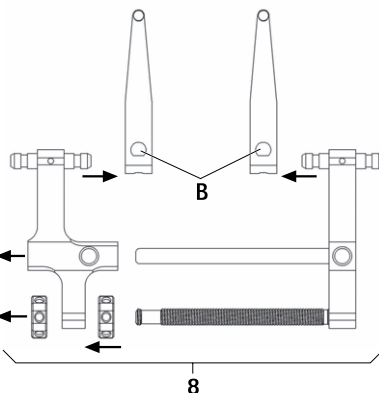

Fig. 4
- Démontez le distracteur 8 avec les lames de distraction, voir Fig. 4: actionner le poussoir B et retirer la lame de distraction FW239R.